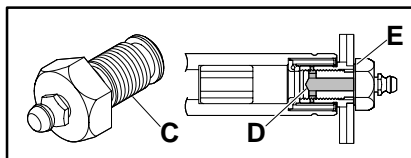

Figure 5
Installez le graisseur Dorner, ref 200046M (C de la figure 5).